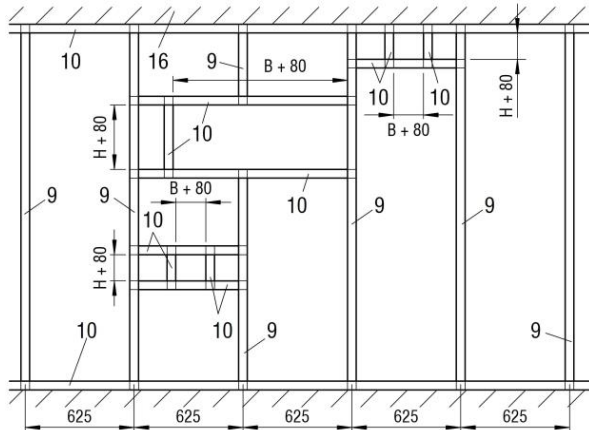

Figura 72: struttura in metallo con le modifiche necessarie per costruzioni a secco (F30/F60)
- Innalzare la struttura in metallo e la parete secondo le indicazioni del costruttore della parete e le modifiche riportate nella Figura 72.
- Inserire la BKA-EN (pos. 1) nella cavità della parete (lato ispezioni - osservare la misura di montaggio 210 mm). Riempire uniformemente l'intercapedine perimetrale tra parete e BKA-EN Montaggio BKA-EN con l'ausilio di sospensioni ecc.
- Inserire la lana minerale (pos. 11.4) nell'intercapedine larga 40 mm tra l'involucro della BKA-EN e i profili in metallo (pos. 10).
- Applicare la pannellatura su entrambi i lati (pos. 12) e raddoppiare sul lato non di ispezione (pos. 49.4). I collegamenti e le fughe devono essere stuccati con materiale compatibile alla parete (pos 43, dimensione massima intercapedine 5 mm, stuccare durante la costruzione).